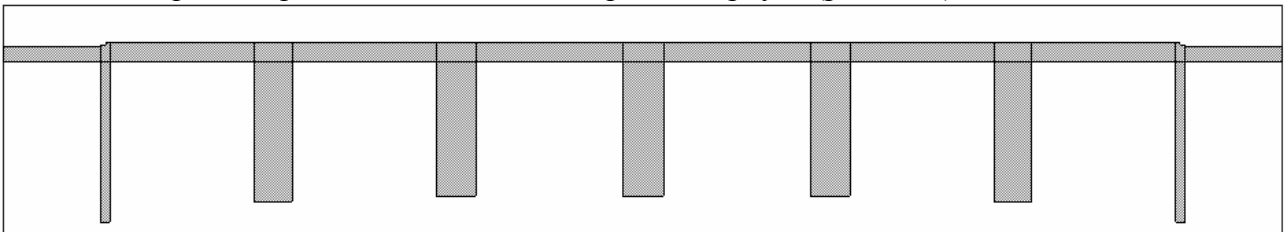

Рис. 4.20
11. Сделайте активным окно электромагнитной структуры и щёлкните мышкой по значку **Paste** на панели инструментов. Вставьте скопированную топологию так, чтобы её левый и правый края точно совпадали с краями корпуса (рис. 4.20).